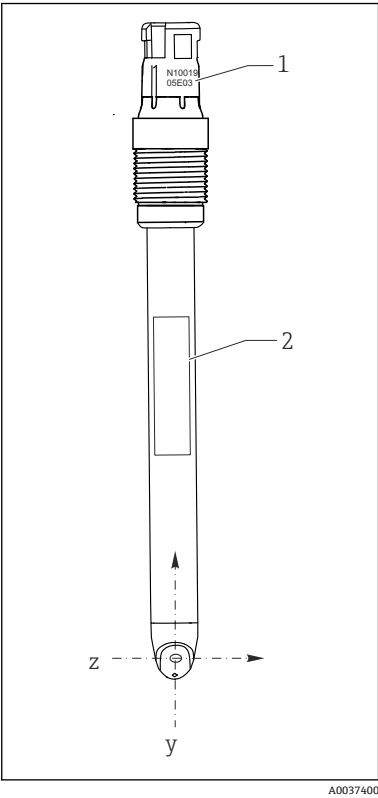
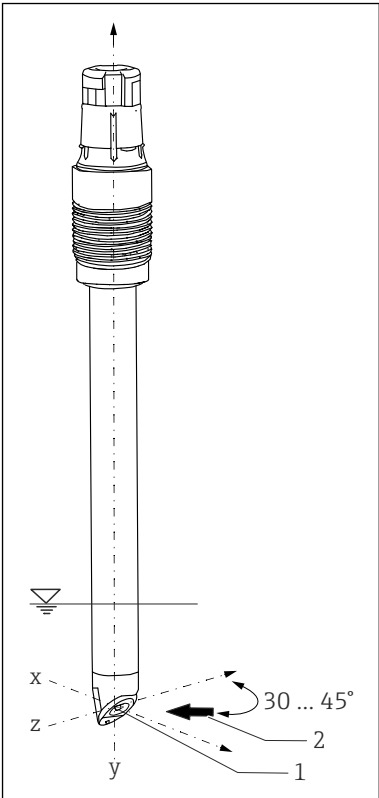

图 6 电极安装方向示意图（正视图）
图 7 电极安装方向示意图（3D 视图）
2. 安装就位的 ISFET 芯片（图号 2），与介质流向的夹角在 30 ... 45 °之间→ 图 7, 表 7。使用旋转插接头调节安装角度。
在安装支架中安装电极时，注意插接头上光刻的序列号，确保电极安装位置正确→ 图 6, 图 7。标记始终与 ISFET 芯片和铭牌处于同一平面（Z-y 方向）。
- B 允许安装角度，请注意基本条件→ 图 7